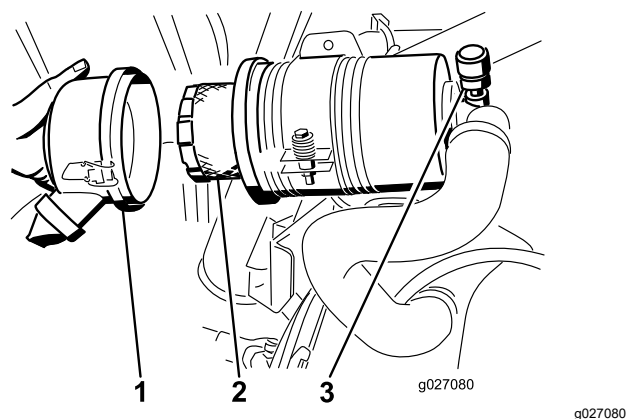

Figura 50
5. Togliete il filtro e sostituitelo (Figura 50).